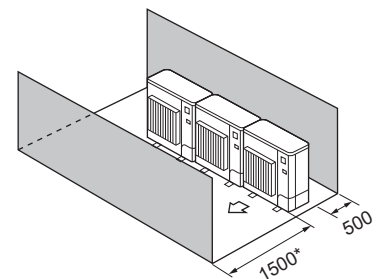

Fig. 2-16
- (4) Obstacles uniquement à l'avant et à l'arrière (Fig. 2-16)